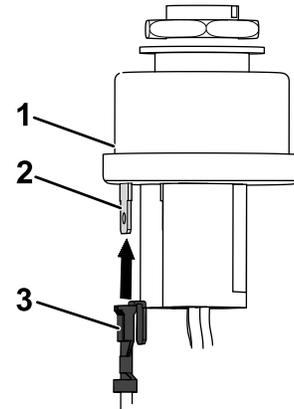

Figura 17
2. Ligue o terminal espada do adaptador de cablagem ao terminal C do interruptor da chave (Figura 17).